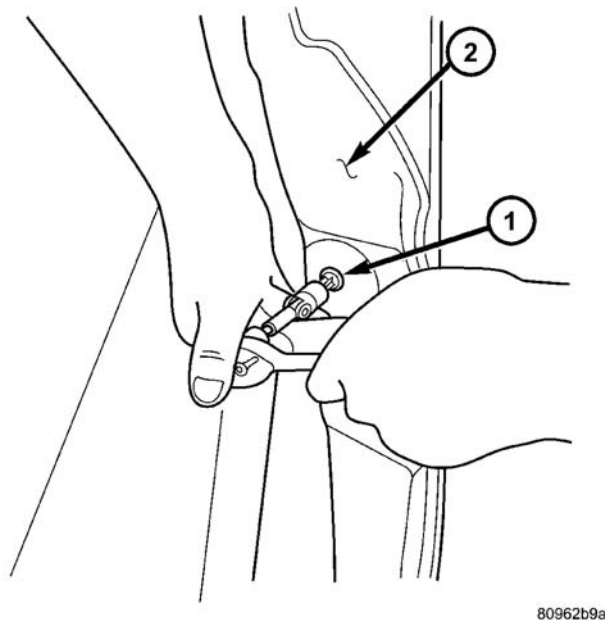

图 6 拆卸锁闩固定螺栓
- (1) 断开并隔离蓄电池负极电缆。
- (2) 拆下适当的侧车门装饰板，有关程序参见“车身”部分。
- (3) 根据需要拆下密封隔板。有关程序参见“车身”部分。
- (4) 将侧门一直打开，拆下门锁闩固定螺栓（图 6）。